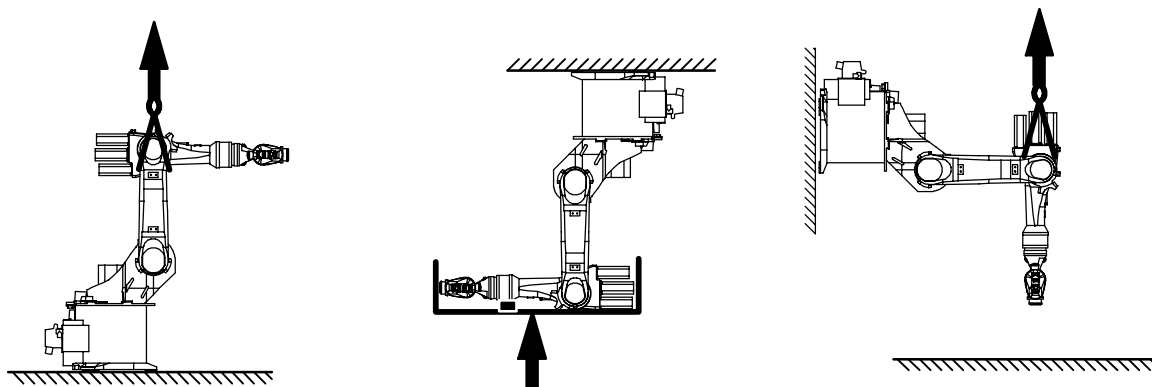

Fig. 120 Blocage de l'épaule (schéma)
- (1) Bloquer l'épaule.
- (2) Amener l'épaule - si cela est encore possible - à la verticale, le bras à l'horizontale (Fig. 120). De plus, pour les robots montés au mur, amener A1 en position zéro.
- (3) Bloquer l'épaule de manière appropriée, par ex. avec un dispositif de levage ou une cale par le bas (Fig. 120).
- (4) Fixer l'entraînement de l'axe majeur A2 avec quatre vis à six pans creux M10x25 (5) sans oublier les rondelles-freins.
- (5) Serrer en croix avec une clé dynamométrique les vis à six pans creux (5) jusqu'à l'obtention du couple de serrage M_A prescrit en procédant par étapes ($M_A = 45 \text{ Nm}$).
- (6) Connecter les connecteurs XM2 (3) et XP2 (4).
- (7) Enlever le dispositif de levage (1).
- (8) Enlever le dispositif de levage ou la cale du robot (Fig. 120).
- (9) Le cas échéant, amener le robot dans sa position de montage initiale (voir le chapitre 7, "Mise en place, raccordement, échange").
- (10) Procéder au réglage du point zéro (voir manuel logiciel KR C4, chapitre "Mise en service", paragraphe "Calibration/Décalibration du robot").